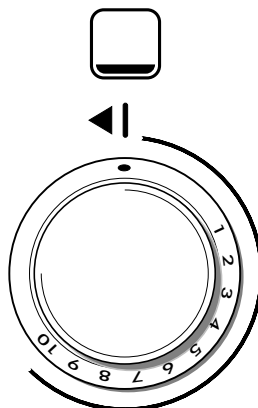
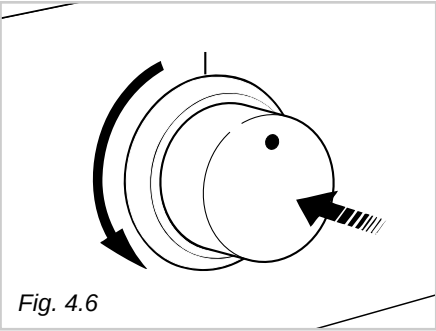

Fig. 4.4
Fig. 4.6
L'afflusso del gas al bruciatore è regolato da un termostato (fig. 4.4) che ha la funzione di mantenere costante la temperatura all'interno del forno. Ciò è ottenuto per mezzo di un bulbo, posto all'interno del forno, che deve essere sempre posizionato correttamente nel suo alloggiamento e deve essere sempre mantenuto pulito per effettuare il corretto rilevamento della temperatura.
I numeri da 1 a 10, stampigliati sulla ghiera della manopola del termostato "gas" (fig. 4.4) indicano in modo crescente il valore della temperatura del forno come indicato nella tabella in calce. Il termostato che regola l'afflusso di gas al bruciatore del forno è dotato di una valvola di sicurezza che, allo spegnersi della fiamma, chiude automaticamente l'erogazione di gas. La temperatura viene mantenuta costante sul valore regolato.
- 3 - Premere a fondo la manopola del termostato gas (fig. 4.4) e tenendola sempre premuta ruotarla in senso antiorario di circa 90° (fig. 4.6).
- 5 - Regolare la manopola del termostato gas (fig. 4.4) sulla temperatura desiderata.